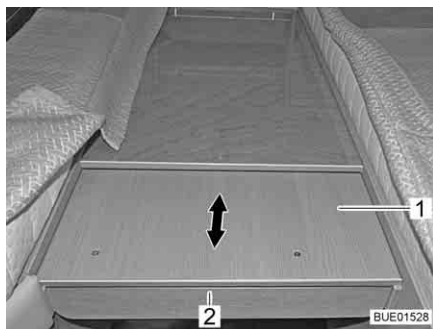

Fig. 137 Extraire la rallonge latérale de lit
- Passer les mains sous le cache (Fig. 137,2) et extraire entièrement la rallonge (Fig. 137,1).